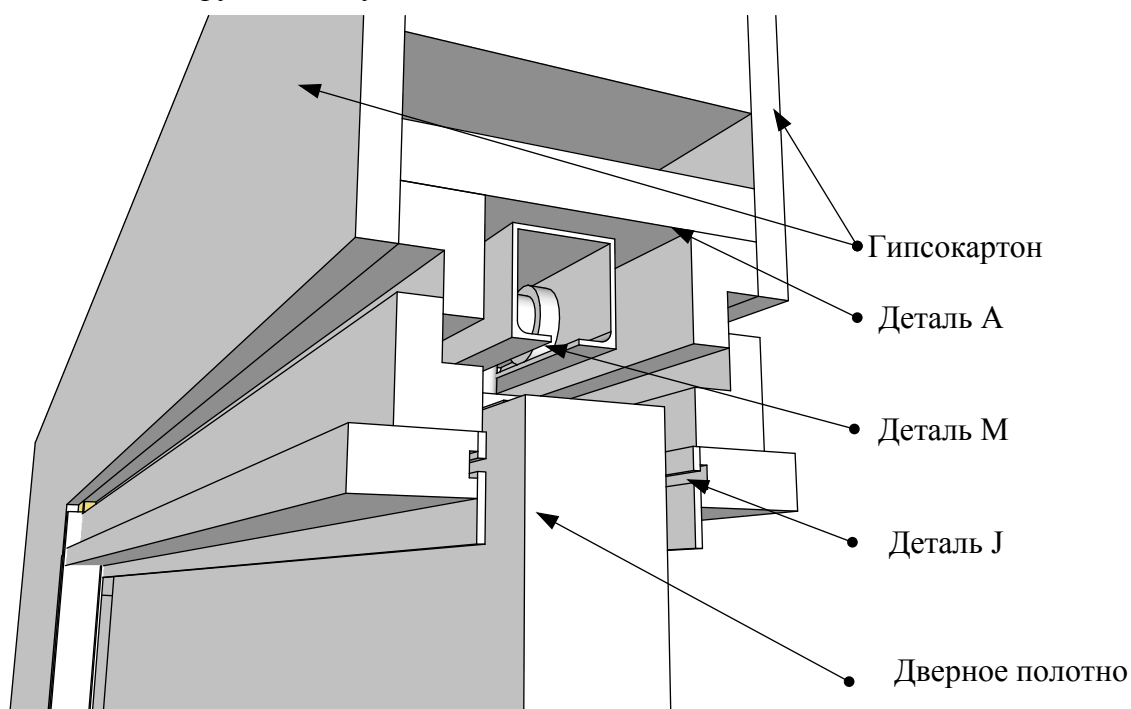

Рисунок 21
10. Установить горизонтальные основы под обрамляющие элементы и завести в паз (деталь J) щёточный уплотнитель (Рис.21).